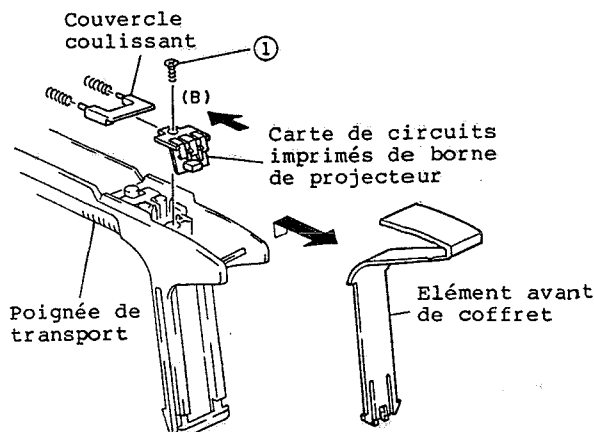

Fig. 2-19
1. Retirer une (1) vis de fixation immobilisant la carte de circuits imprimés de borne de projecteur. (Se reporter à la figure 2-19)
2. Retirer l'élément avant du coffret en agissant dans la direction indiquée par la flèche (A).
3. Retirer le couvercle coulissant en agissant dans la direction indiquée par la flèche (B).